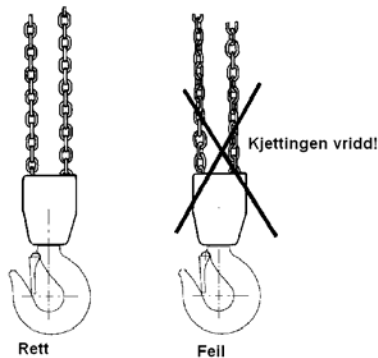

Fig. 6: Kjettingen må ikke være vridd
- Kjettingen må ikke ha knekk eller være vridd. For toparts jekketalje (6,3 tonn) er det fare for at kjettingen blir vridd ved at underblokken vris gjennom kjettingslyngen. Dette skjer vanligvis ved ommontering eller flytting av kjettingtaljen mellom ulike arbeidssteder. Se fig. 6.